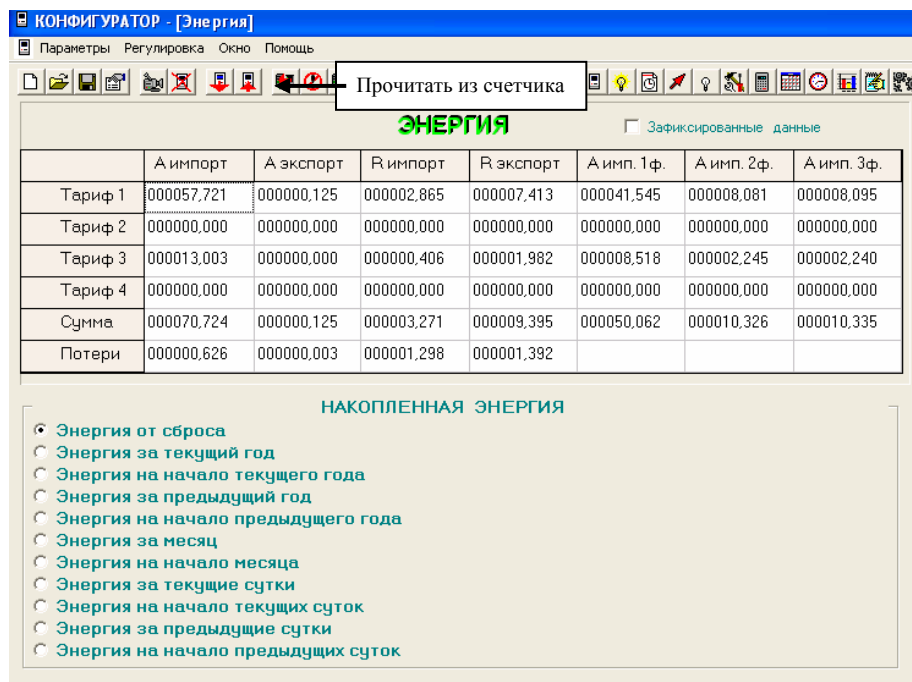

Рис.11
2. нажать кнопку «Прочитать из счетчика». При этом на экране монитора ПЭВМ появится окно «**ЭНЕРГИЯ**», содержащее, в случае успешного обмена, таблицу с данными о накопленной энергии по каждому тарифу и сумме тарифов нарастающим итогом с момента включения счетчика, к которому происходит обращение (рис.11);